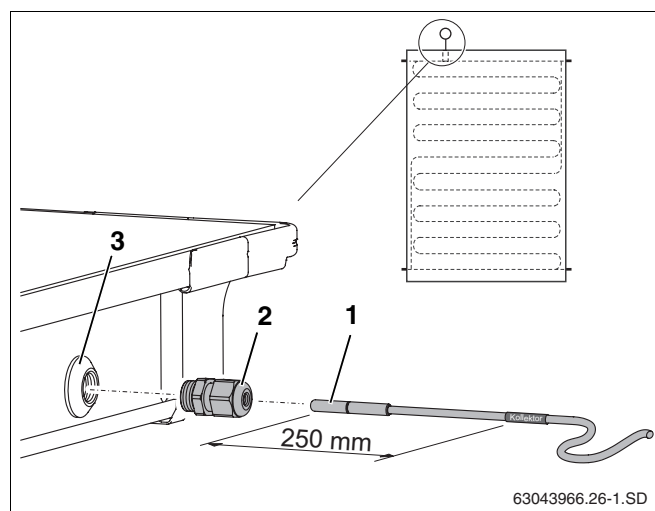

Fig. 54 Insérer la sonde dans le capteur
Pour que l'installation solaire fonctionne parfaitement, il est nécessaire d'insérer la sonde (fig. 54, **pos. 1**) jusqu'à la butée (correspond à env. 250 mm) dans le conduit.
- Percer la couche d'étanchéité de la gaine de sonde à l'aide de la sonde ou du tournevis (fig. 54, **pos. 3**).
- Visser l'écrou-raccord (fig. 54, **pos. 2**) dans la gaine de sonde.
- Visser l'écrou-raccord (fig. 54, **pos. 2**) à fond, si nécessaire pousser contre.
Si vous avez percé la gaine de sonde (fig. 54, **pos. 3**) d'un autre capteur, il faut l'étanchéifier avec le bouchon du kit de raccordement. Auparavant retirez, à l'aide du raccord de câbles (fig. 54, **pos. 2**), l'écrou qui se trouve dans la gaine de sonde.